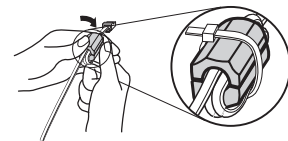

Figure 4. Installation du filtre en ferrite.
9. Suivez les instructions de la Figure 4.